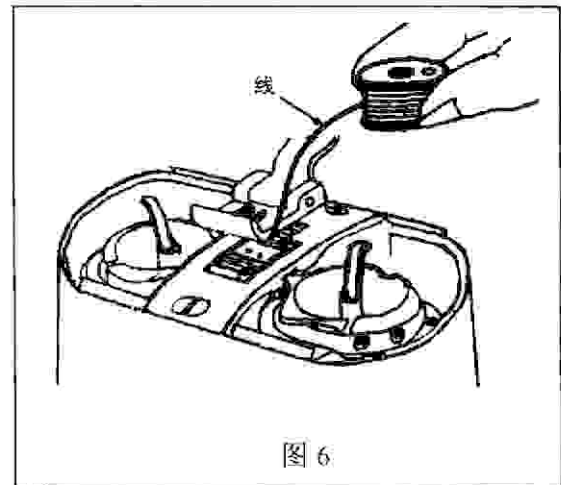

图 6
8、梭芯装入旋梭的方法（图 6）：
从梭芯抽出约 5cm 的线，如图 6 所示方向拿住梭芯，然后装入旋梭。